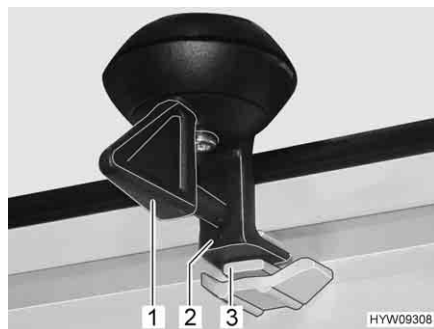

Fig. 50 Bloccaggio (posizione di ricircolo d'aria)
- Ruotare la leva (Fig. 50,1) di un quarto di giro. Il bloccaggio (Fig. 50,2) deve entrare nella rientranza superiore (Fig. 50,3).